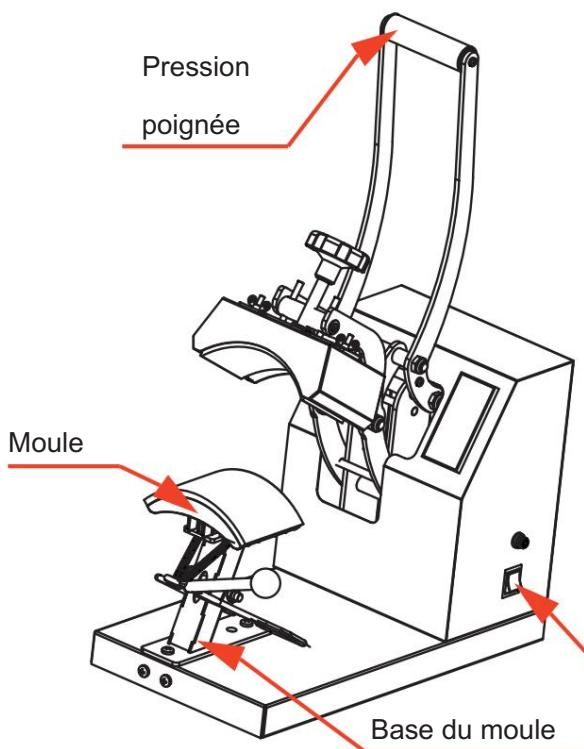
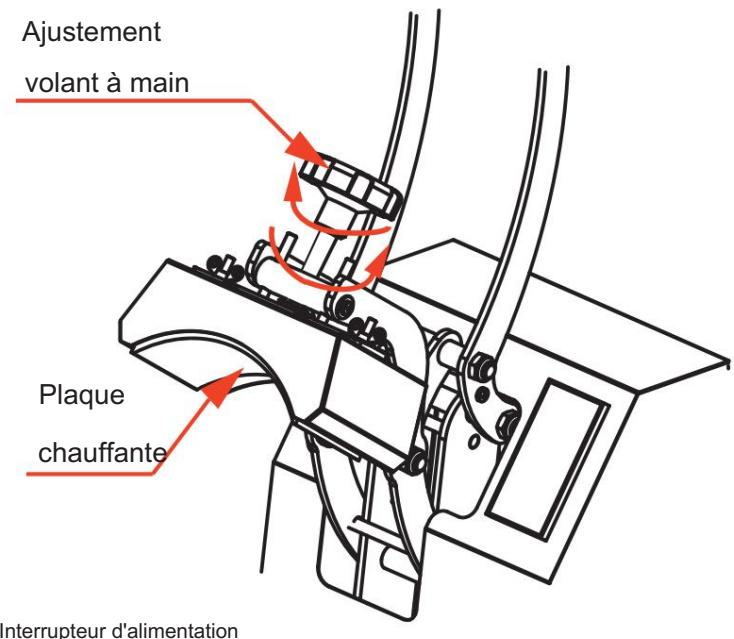

Figure 1
Figure 2
1. Retirez l'emballage et les serre-câbles, soulevez la poignée de pression, comme indiqué sur la Figure 1. Tournez le « volant de réglage » jusqu'à une position de pression appropriée, comme indiqué sur la Figure 2.
2. Connectez la machine à l'alimentation électrique, allumez l'interrupteur d'alimentation, comme indiqué sur la figure 1. (Tension nominale : V, puissance nominale : W)